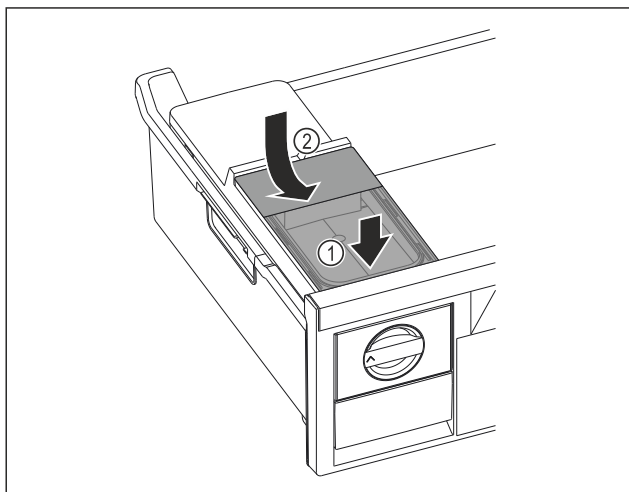

Fig. 125
- Pange veepaak eest kohale. Fig. 125 (1)
- Laske veepaak taga alla. Fig. 125 (2)